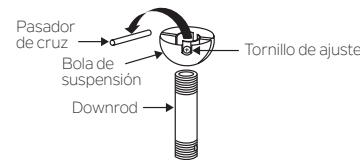

Fig. 7
**Paso 5.** Retire la bola de suspensión del conjunto de la varilla aflojando aflojando el tornillo de fijación, retirando el pasador transversal y deslizando la bola fuera de la varilla. (Fig. 7)